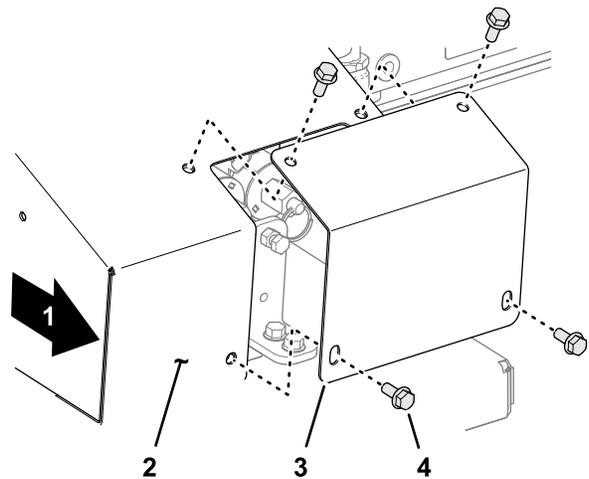

Bild 27
1. Entfernen Sie auf der rechten Seite der Maschine die vier Bundkopfschrauben, mit denen die Abdeckplatte an der Übersteuerungseinheit befestigt ist (**Bild 27**).